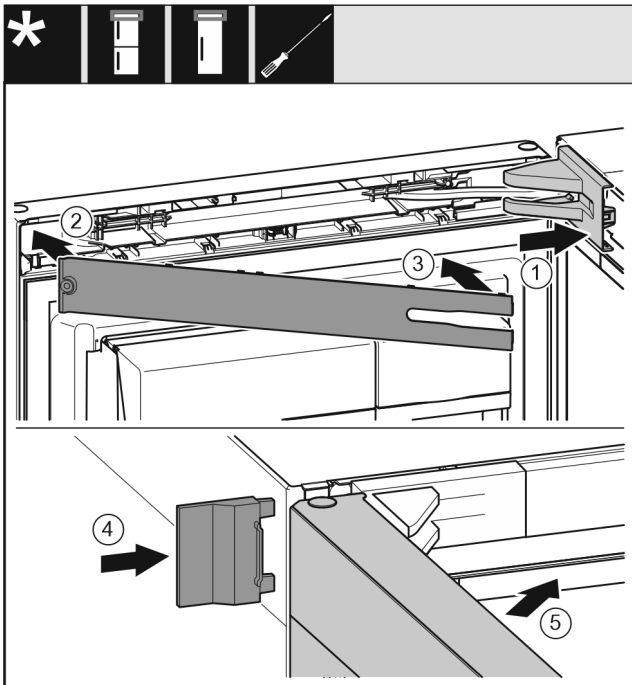

Fig. 71
- ▶ Lagerbockabdeckung Fig. 71 (1) aufsetzen und einrasten, ggf. vorsichtig auseinanderdrücken.
- ▶ Blende Fig. 71 (2) aufsetzen.
- ▶ Blende Fig. 71 (3) einschwenken und einrasten.
- ▶ Äußere Abdeckung Fig. 71 (4) aufschieben.
- ▶ Obere Tür Fig. 71 (5) schließen.